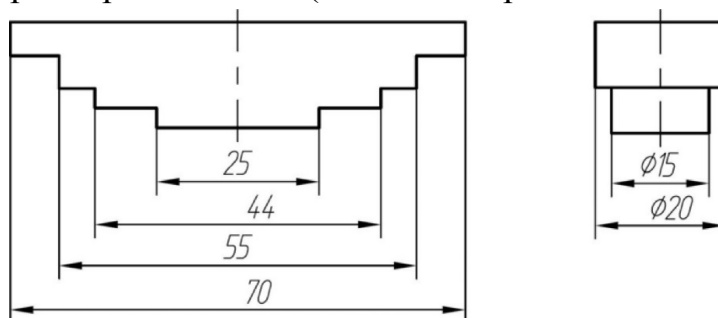

Рис. 67. Нанесение размеров
5. Так наносят размерные числа, если имеется несколько параллельных размерных линий (для симметричной детали) (рис. 67).